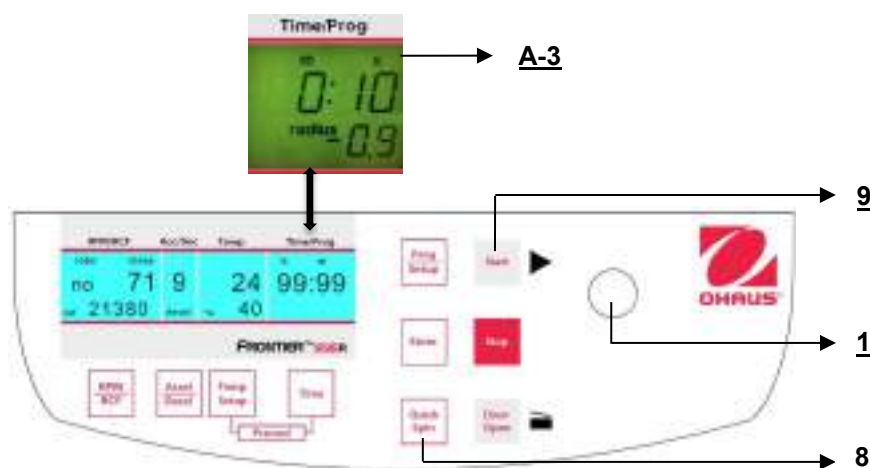

Figura 26
E' possibile avviare la centrifuga con il tasto **"Start"** (9) (rif. figura 26) oppure con il tasto **"Quick Spin"** (8).